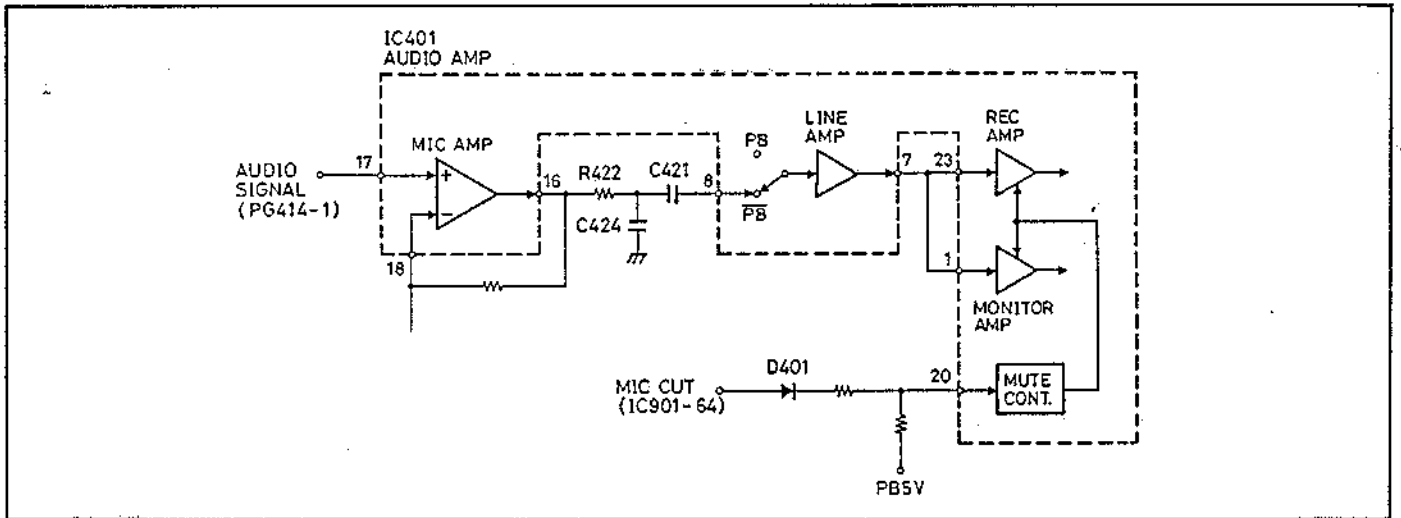

Abb. 6.6 Audiosignal-Abschaltkreis
(3) Audiosignal-Abschaltkreis (Abb. 6.6) Bei Betätigung des Auswurfbetriebs kommt von Stift 64 des Systemmikroprozessors (IC901 ein hochpegeliges MIC CUT-Signal ("Hi"), um das Ausgangsaudiosignal abzuschalten, damit es nicht aufgenommen wird.